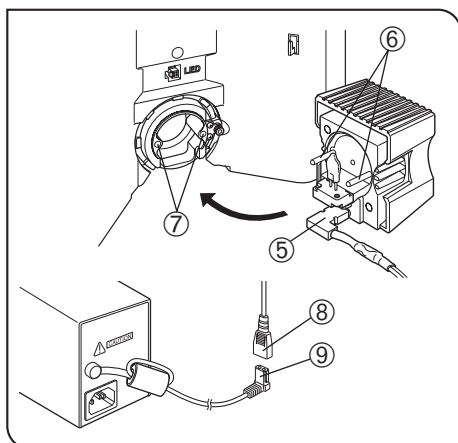

Рис. 38
2. Вставьте кабель лампы ⑤ в направлении, показанном на рис. 38.
3. Совместите направляющие штырьки ⑥ с отверстиями для направляющих штырьков ⑦ сзади корпуса микроскопа и осторожно вставьте патрон лампы в гнездо до отказа.
#### Подсоединение кабеля лампы (рис. 38)